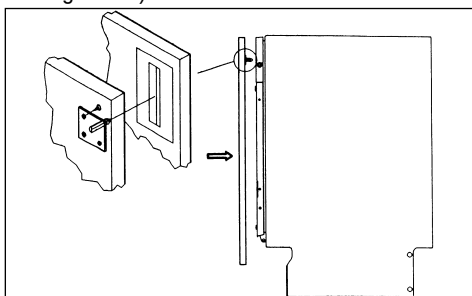
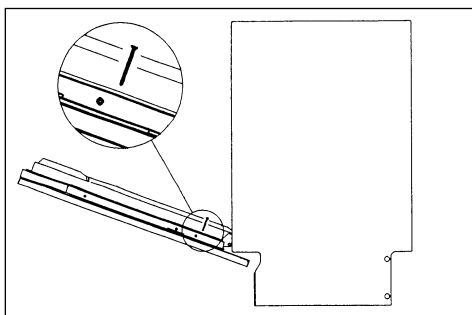

Abb. 18a
Abb. 18b
- Die Platte an der Tür des Geschirrspülers befestigen, indem Sie die oberen Stifte (Abb. 18a) in die Rillen der Gerätetür drücken. Schieben Sie die Türverkleidung etwas hoch und verschrauben Sie diese von innen aus, wie in Abb. 18b angegeben.